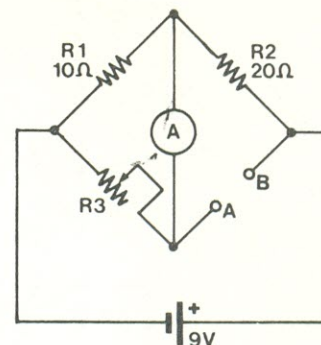

FIGURA 6
2) — Observe o circuito da figura 6, que faz parte de uma ponte de Wheatstone de laboratório. A e B são os bornes de prova, onde são inseridos os resistores desconhecidos e R3 é um potenciômetro de precisão, com escala graduada. R1 e R2 são os resistores de medida, também de precisão. Se a escala de R3 indicar $4,7 \text{ k}\Omega$, após a ponte ter sido equilibrada, qual será o valor apresentado por R3?